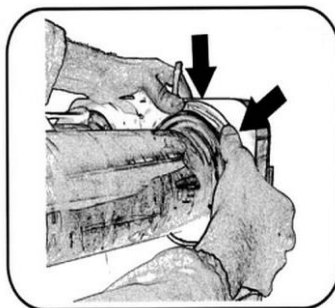

Рис. 33
4. Коли прокладка резервуара займе правильне положення, великими пальцями натиснути на нижню частину, а потім поступово на верхню частину вниз (зробити коло пальцями), доки вона не буде належним чином розташована на своєму місці. (Рис. 33, 34)